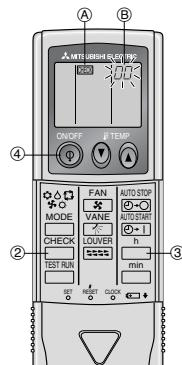

Fig. 7-4
- ② Appuyer deux fois sur la touche [CHECK] (vérification).
- ③ Régler l'adresse du réfrigérant à l'aide de la touche [TEMP] lors de l'utilisation de la télécommande du système.
- ④ Appuyer sur la touche [ON/OFF] (marche/arrêt) pour arrêter l'auto-vérification.
- ⑤ Touche de vérification (CHECK)
- ⑥ Adresse du réfrigérant
- ⑦ Touche TEMP.
- ⑧ IC: Appareil intérieur
- ⑨ OC: Appareil extérieur
- ⑩ Code de vérification
- ⑪ Adresse de l'appareil
7.3.2. Pour la télécommande sans fil (Fig. 7-4)